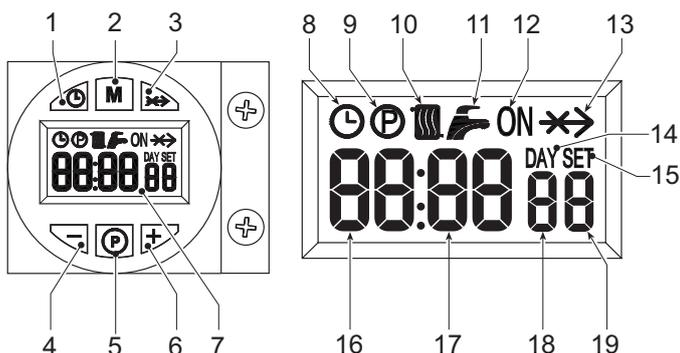

рис. 1 - Панель управления
| Ссылка рис. 1 | Метод А | Метод В и С |
Запрос на розжиг (вызываемый замыканием контакта на клеммах 7-8 (см. рис. 14), в условиях стандартных настроек) сопровождается загоранием символа радиаторной батареи (поз. 10 - рис. 1).
1. Нажмите на кнопку установки дня/времени (поз. 1 - рис. 1).
2. На дисплее (поз. 7 - рис. 1) мигают символы ЧАСОВ и ДНЯ: задайте день недели с помощью кнопок + и - (поз. 4 и 6 - рис. 1), принимая во внимание, что 1=понедельник, 7=воскресенье. Подтвердите введенный день нажатием кнопки для установки дня/времени (поз. 1 - рис. 1).
3. На дисплее (поз. 7 - рис. 1) мигают две цифры ТЕКУЩЕГО ВРЕМЕНИ (В ЧАСАХ) и символ ЧАСОВ: задайте точное время в часах с помощью кнопок + и - (поз. 4 и 6 - рис. 1), от 00 до 23. Подтвердите введенное время нажатием кнопки для установки дня/времени (поз. 1 - рис. 1).
4. На дисплее (поз. 7 - рис. 1) мигают две цифры ТЕКУЩЕГО ВРЕМЕНИ (В МИНУТАХ) и символ ЧАСОВ: задайте точное время в минутах с помощью кнопок + и - (поз. 4 и 6 - рис. 1), от 00 до 59. Подтвердите введенные минуты нажатием кнопки для установки дня/времени (поз. 1 - рис. 1). Работа системы отопления в Автоматическом режиме, Ручном режиме On, Ручном режиме Off
Нажатием на кнопку выбора рабочего режима (поз. 2 - рис. 1) можно задать:
1. автоматический режим работы, на дисплее (поз. 7 - рис. 1) появится символ ЧАСОВ. Запрос на активацию и деактивацию горелки зависит от заданной недельной программы. В заданный временной диапазон на дисплее (поз. 7 - рис. 1) отображается также символ ON.
2. В ручном режиме On на дисплее (поз. 7 - рис. 1) отображается только символ ON. Горелка постоянно включена
3. В ручном режиме Off на дисплее (поз. 7 - рис. 1) не отображается ни символ ON, ни символ ЧАСОВ. Горелка выключена
Можно заранее задать недельную программу в 3 временных диапазонах включенного режима ON и 3 временных диапазонах выключенного режима OFF: они будут одинаковы для каждого дня недели. В запрашиваемом временном диапазоне (поз. 7 - рис. 1) отображается символ ON.
1. Нажмите на кнопку Программирование "P" (поз. 5 - рис. 1)
2. Выберите день для программирования с помощью кнопок + и - (поз. 4 и 6 - рис. 1):
3. Нажмите на кнопку программирования "P" (поз. 5 - рис. 1):
- С помощью кнопок + и - (поз. 4 и 6 - рис. 1) можно изменить начало 1-го временного диапазона режима ON; например, 06:00Нажмите на кнопку Программирования "P" (поз. 5 - рис. 1)
- С помощью кнопок + и - (поз. 4 и 6 - рис. 1) можно изменить начало 1-го временного диапазона режима OFF; например, 09:00Нажмите на кнопку Программирования "P" (поз. 5 - рис. 1)
- С помощью кнопок + и - (поз. 4 и 6 - рис. 1) можно изменить начало 2-го временного диапазона режима ON; например, 12:30Нажмите на кнопку Программирования "P" (поз. 5 - рис. 1)
- С помощью кнопок + и - (поз. 4 и 6 - рис. 1) можно изменить начало 2-го временного диапазона режима OFF; например, 14:00Нажмите на кнопку Программирования "P" (поз. 5 - рис. 1)
- С помощью кнопок + и - (поз. 4 и 6 - рис. 1) можно изменить начало 3-го временного диапазона режима ON; например, 16:00Нажмите на кнопку Программирования "P" (поз. 5 - рис. 1)
- С помощью кнопок + и - (поз. 4 и 6 - рис. 1) можно изменить начало 3-го временного диапазона режима OFF; например, 23:30Нажмите на кнопку Программирования "P" (поз. 5 - рис. 1)
11. Нажмите на кнопку программирования "P" (поз. 5 - рис. 1) на 3 секунды, чтобы выйти из режима программирования.
Доступ в меню параметров осуществляется нажатием кнопки программирования "M" (поз. 2 - рис. 1) в течение 5 секунд. На дисплее отображается параметр "u01": обозначенный SET 01. Нажатием на кнопку "P" (поз. 5 - рис. 1) можно просмотреть список параметров.
Для изменения значения параметров используются кнопки + и - (поз. 4 и 6 - рис. 1). сохранение изменения происходит автоматически После изменения параметра необходимо подождать 3 секунды: мигающее значение вносится в память.
Для выхода из меню нажмите кнопку выбора режима работы "M" (поз. 2 - рис. 1) в течение 5 секунд
Доступ в меню параметров осуществляется нажатием кнопки программирования "P" (поз. 5 - рис. 1) в течение 10 секунд. На дисплее отображается параметр "t01": обозначенный SET 01. Нажатием на кнопку "P" (поз. 5 - рис. 1) можно просмотреть список параметров.